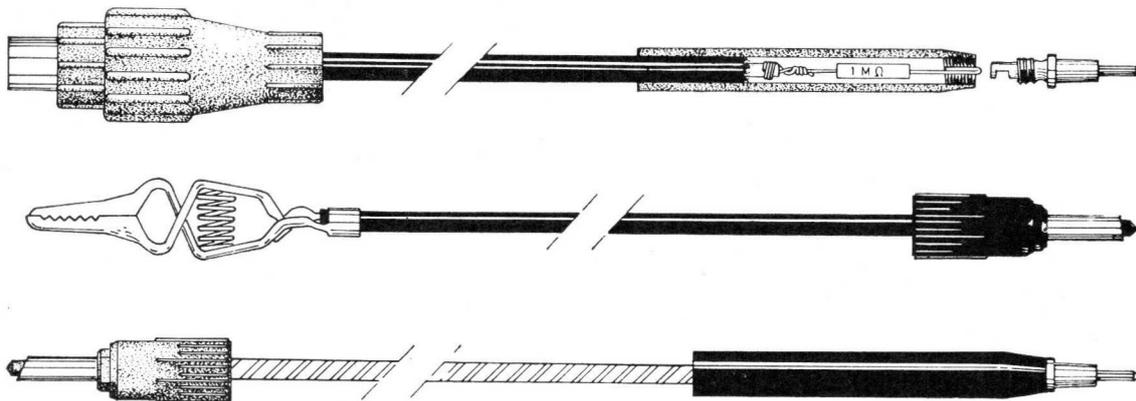

Figure 8.— Câbles de connexion extérieurs
en le présentant de face, comme il est indiqué sur la figure 7C. Vérifier l'aspect du connecteur monté avec la figure 8. La partie filetée du connecteur doit être suffisamment serrée de façon que la tresse soit fermement maintenue entre la partie conique du blindage et le capot.
- ( ) Prendre la résistance de 1 Mégohm (marron, noir, vert) et enrouler une de ses connexions sur l'extrémité de l'isolant du conducteur central avec une certaine pression. Enrouler le conducteur central sur la partie droite du fil de sortie de la résistance. Réaliser la soudure correspondante en laissant le fer à souder jusqu'au moment où se ramollit l'isolant blanc qui se solidifie ensuite en enrobant l'épissure lorsque la soudure refroidit. De cette façon, toute traction mécanique exercée par la suite sera supportée par tout le conducteur au lieu de forcer uniquement sur l'âme centrale. Voir la figure 8. Couper l'autre extrémité de la résistance à 20 mm.
- ( ) Prendre le câble de couleur noire pour la pointe de touche négative commune. Dénuder une extrémité sur 5 mm et souder une pince crocodile selon les indications de la figure 8 en serrant l'isolant dans la douille de la pince crocodile.
- ( ) Dénuder le câble sur 10 mm du côté de l'extrémité libre et, ainsi qu'il est indiqué sur la figure 8, monter une fiche banane de couleur noire en la soudant.
- ( ) Dénuder sur 10 mm, l'autre extrémité du câble de mesure rouge, le faire passer à l'intérieur du capot de la fiche banane rouge et le souder sur la partie métallique de la fiche banane, comme il est indiqué sur la figure 8. Revisser le capot de la fiche banane.